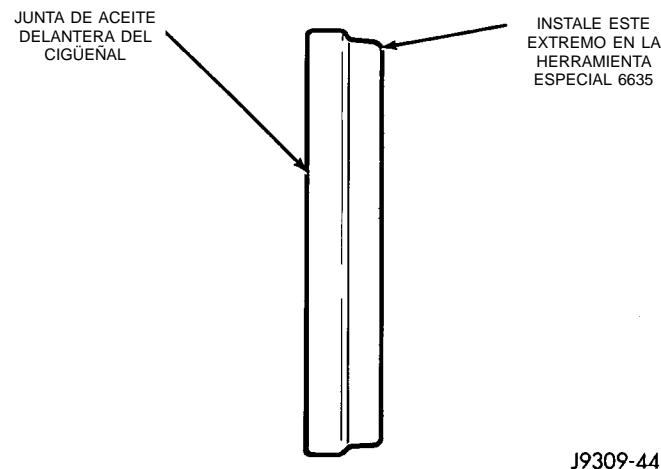

Fig. 42 Colocación de la junta de aceite en la Herramienta de instalación 6635
(5) Coloque el diámetro menor de la junta de aceite sobre la Herramienta de instalación de la junta de aceite delantera 6635 (Fig. 42). Instale la junta de aceite en la acanaladura de la herramienta.